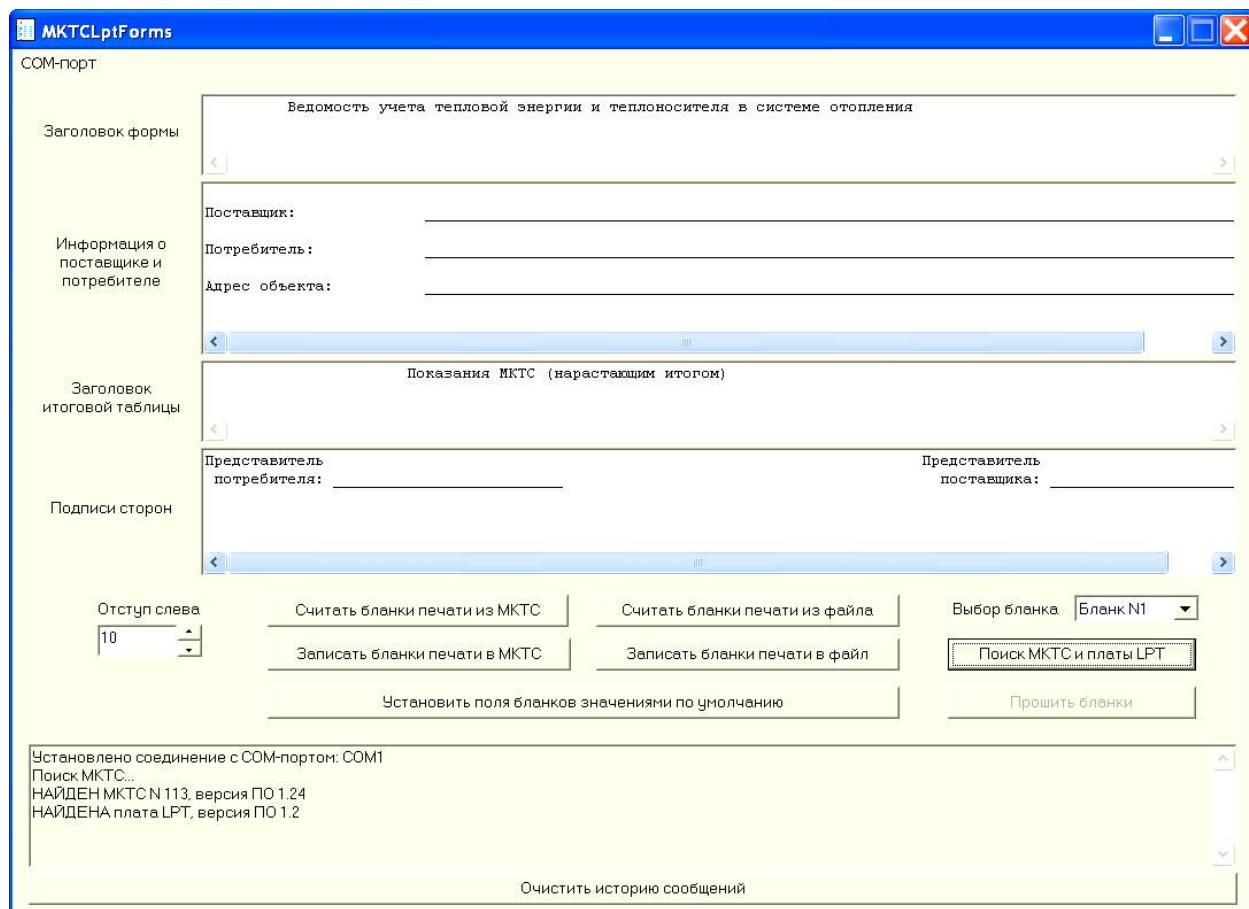

Рисунок 2.2.
С помощью программы *MKTCLptForms* можно редактировать изменяемые поля любого из 8 бланков и записывать их в УПП. Изменению подлежат следующие поля бланков печати (см. Рисунок 2.2):
2. Запустите на ПК программу. Программа должна автоматически связаться с СОМ-портом, выполнить поиск СБ МКТС и УПП, после чего выдать соответствующие сообщения в окно сообщений, расположенное внизу окна программы. В случае, если МКТС и УПП будут найдены, то будут подсвечены кнопки «Считать бланки печати из МКТС» и «Записать бланки печати в МКТС». Вид окна программы в этом случае приведен выше (см. Рисунок 2.2).